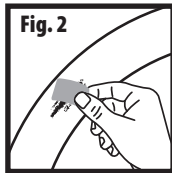

Fig. 2
- 3 Sgonfiare la camera, asciugare la superficie e grattare attorno alla foratura con la limetta in dotazione (Fig.2).
- 3 Deflate and dry the tube. Clean area around puncture and buff area slightly larger than selected patch size (Fig.2).
- 3 Desinflar la rueda y secar la cámara. Limpiar el área en la que se encuentra el pinchazo y lijar un poco más de área que el tamaño del parche seleccionado. (Fig.2)